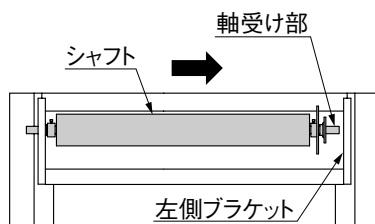

図3-3
- ② シャフトが水平になるまで持ち上げ、左側ブラケットの軸受け部に反対側のシャフトの軸を差込んでください。（図3-3参照）